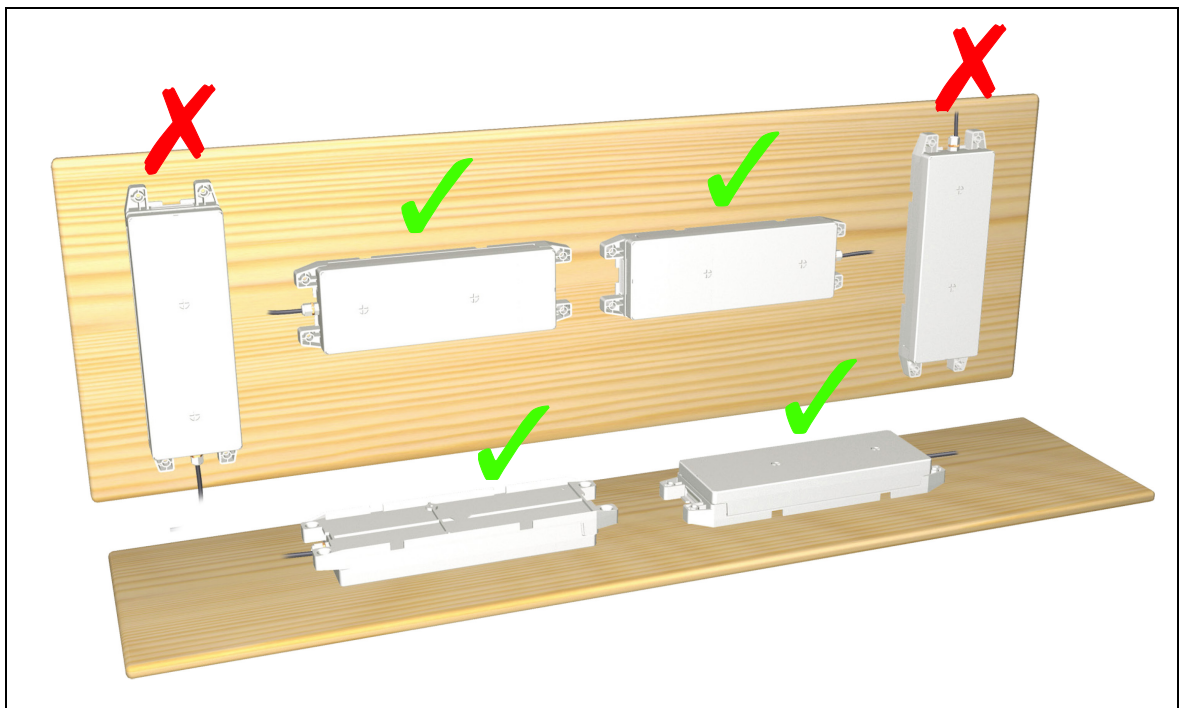

Abbildung 11 Erlaubte und verbotene Ladepositionen des AG300
Beachten Sie bei der Montage des AG300 folgende Hinweise: • Laden Sie den AG300 vor der ersten Benutzung vollständig über mindestens 24 Stunden auf. Die eingebauten Akkus entfalten erst nach 5 bis 10 Lade- und Entladezyklen ihre volle Kapazität. • Beim Laden dürfen die Belüftungsschlitze des AG300 nicht abgedeckt werden. • Montieren Sie den AG300 so, dass der AG300 nicht auf der Oberseite liegt und die Anschlussleitung nicht nach unten zeigt. Nur dann darf der AG300 geladen werden, siehe die erlaubten Ladepositionen in Abbildung 11). • Für eine optimale Lebensdauer des AG300 sollte der AG300 nach dem Ladevorgang etwa 1 Stunde vor der Benutzung ruhen.
- Laden Sie den AG300 nur in einer erlaubten Ladeposition (siehe Abbildung 11).
Laden Sie den AG300 mit Antrieben / Steuerungen von DewertOkin auf oder mit der DewertOkin-Ladestation, denn diese weisen eine geprüfte Gerätekombination auf. Beachten Sie beim Aufladen folgende Hinweise: • Laden Sie den AG300 vor der ersten Benutzung vollständig über mindestens 24 Stunden auf. Die eingebauten Akkus entfalten erst nach 5 bis 10 Lade- und Entladezyklen ihre volle Kapazität. • Beachten Sie beim Ladevorgang folgende Ladepositionen: siehe Abbildung 11. • Für eine optimale Lebensdauer des AG300 sollte der AG300 nach dem Ladevorgang etwa 1 Stunde vor der Benutzung ruhen.